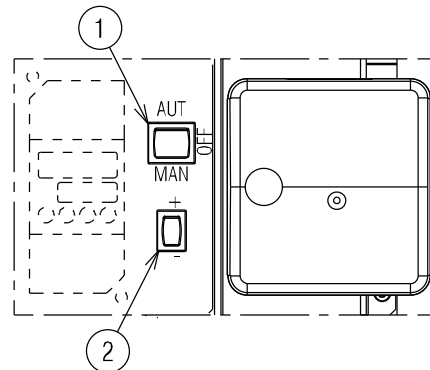

Fig. 30
Posicionar el selector 1)(Fig. 30) en la posición "MAN".
- colocar el interruptor 1) de la Fig. 30 en la posición "OFF" y esperar a que la caja de control ejecute la fase de apagado;
El aire se regula variando el ángulo de la leva III) (Fig. 29) y por medio del selector 2)(Fig. 30). Para regular la leva del servomotor, véase Fig. 33 A).
En la descripción anterior, hemos dejado el quemador encendido, funcionando a la potencia MÍN. Apretar ahora el pulsador 2)(Fig. 30 en la pág 28) "aumento de potencia" y mantenerlo apretado hasta que el servomotor haya abierto el registro del aire y la válvula de mariposa del gas.
El aire se regula variando el ángulo de la leva III) (Fig. 29 en la pág 27) y por medio del selector 2)(Fig. 30 en la pág 28). Para regular la leva del servomotor, véase Fig. 33 A).
Presionar el pulsador 2)(Fig. 30 en la pág 28) "Disminución de potencia" y mantenerlo presionado hasta que el servomotor vuelva (Fig. 33 B) a la regulación realizada en fábrica: Véase Tab. H en la pág 27 y regular por consiguiente el registro de aire 5) y la mariposa del gas 4) (Fig. 32 en la pág 29).
El aire se regula variando el ángulo de la leva III) del servomotor (Fig. 29 en la pág 27) y por medio del selector 2)(Fig. 30 en la pág 28). Para regular la leva del servomotor, véase Fig. 33 A).
Después de haber regulado la potencia máxima y mínima del quemador, se regula el gas en varias posiciones intermedias del servomotor. El paso de una posición a la siguiente se obtiene manteniendo presionado el pulsador 2) en el símbolo (+) o (-) (Fig. 30 en la pág 28). Presionar un instante el pulsador 2)(Fig. 30 en la pág 28) "Aumento de potencia" de modo que el servomotor gire a unos 20°, véase índice graduado en el servomotor Fig. 33 B) e índice graduado registros de aire 5) (Fig. 32 en la pág 29).
Apagar el quemador utilizando el interruptor 1)(Fig. 30), posición OFF, liberar la leva mecánica I)(Fig. 32) para separar los engranajes del servomotor, presionando y desplazando hacia abajo el pulsador 3)(Fig. 33 D) y controlar varias veces girando a mano la leva mecánica I)(Fig. 32) hacia adelante y hacia atrás que el movimiento sea suave y sin interrupciones.